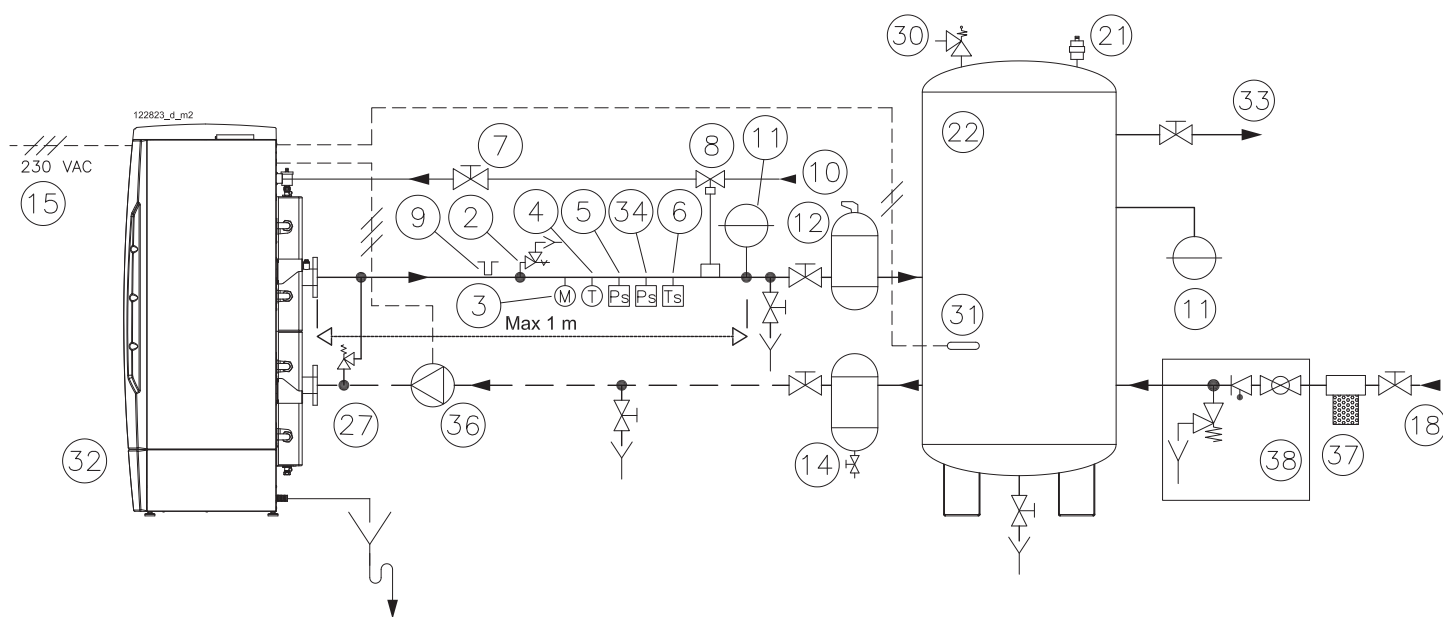

Figura 7-2 - Esempio di schema di collegamento con bollitore
### Legenda Figura 7-2
- 27 - Valvola di bilanciamento (necessaria se nell'apparecchio è presente la valvola motorizzata particolare "9" di Figura 3-1 e la pompa "36" di Figura 7-2 NON è di tipo modulante)